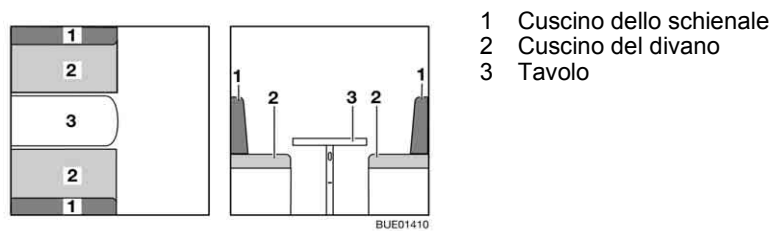

Fig. 115 Prima della trasformazione
- Trasformare il tavolo (Fig. 115,3) in struttura di supporto letto (vedi paragrafo 6.12).
- Rimuovere i cuscini dello schienale (Fig. 115,1)
- Portare un cuscino del divano (Fig. 115,2) sul tavolo.